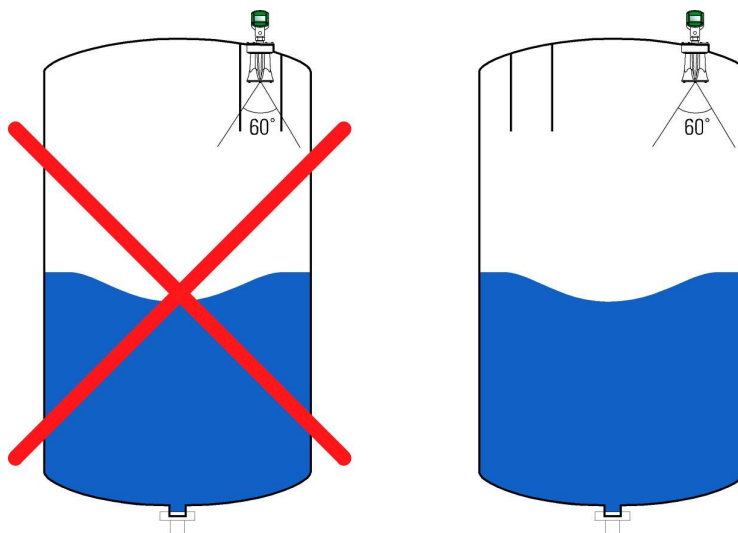

Figura 10, haz del medidor
- ⦿ Asegúrese de que ningún riel ni estructura interfieran con el haz (ángulo de apertura) del medidor, como se muestra en la *Figura 10, haz del medidor*